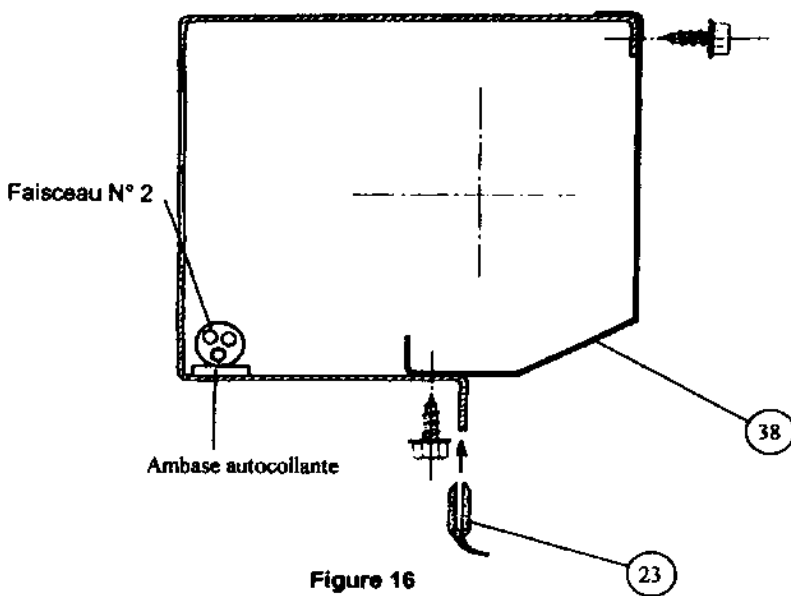

Figure 16
31 – METTRE en place le joint bi matière (23). (Figure 16)
36 – VISSER le capot (38) sur la traverse haute d'huissierie. (Figure 16)